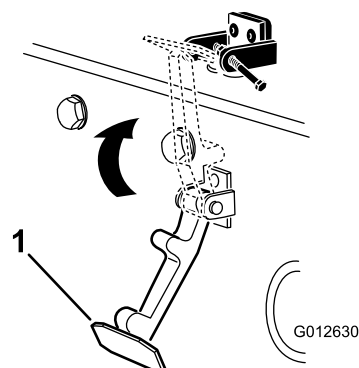

Figura 14
6. Prenda o trinco no suporte do trinco do capot (Figura 14).